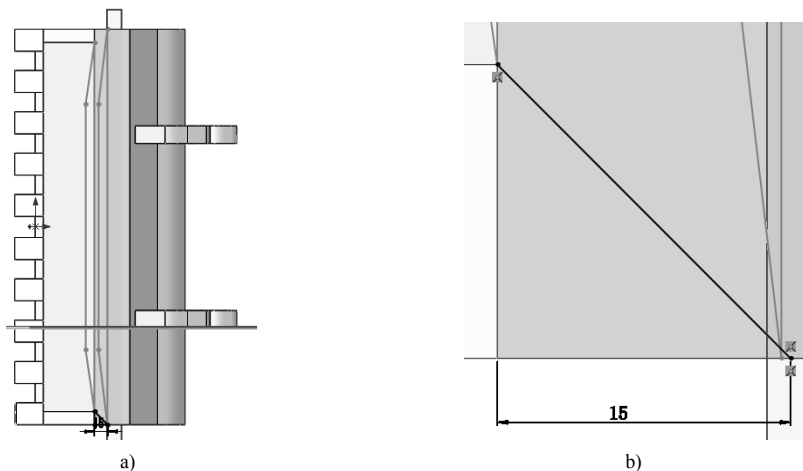

图 4-59 绘制放样草图 3
**17** 绘制放样草图 3。在视图中用鼠标选择实体上表面作为绘制图形的基准面。单击“草图”控制面板中的“直线”按钮, 连接两个草图的一端端点, 如图 4-59 所示。单击“退出草图”按钮, 退出草图。